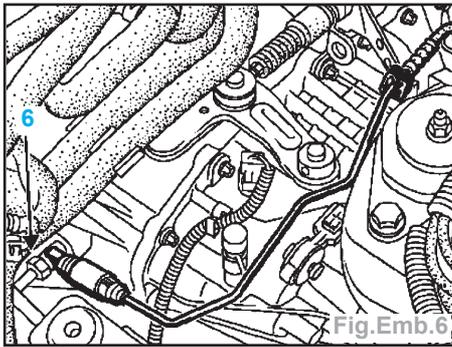

Fig. Emb.6
- Ouvrir la purge côté récepteur (6) et actionner la pédale à la main (cela permet de vider l'émetteur et la canalisation) (Fig.Emb.6).
- Mettre en place sur l'orifice (6) une durit reliée à un bocal contenant du liquide de frein (Fig.Emb.6).